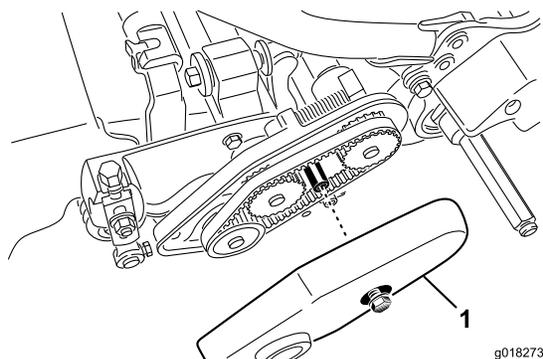

Figure 42
2. Desserrez le boulon à embase qui fixe le couvercle de la courroie et déposez le couvercle pour exposer la courroie (Figure 42).